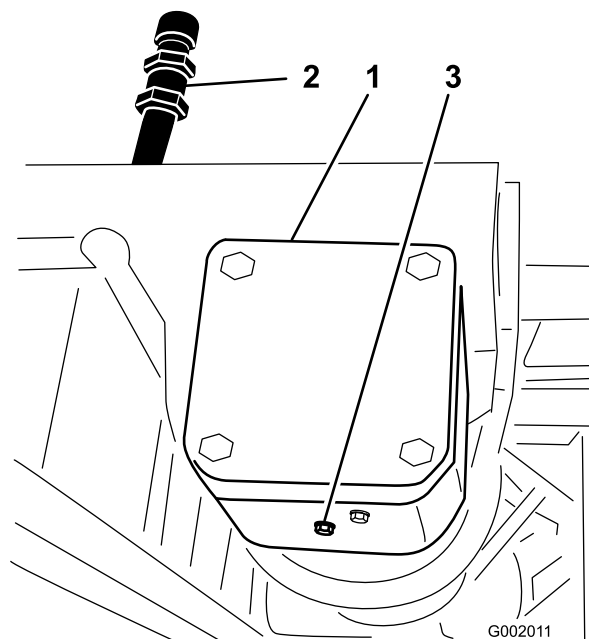

Figura 69
2. Coloque un recipiente debajo del tapón de vaciado de la caja de engranajes de la transmisión de la bomba (Figura 69).
3. Retire el tapón de llenado y el tapón de vaciado (Figura 69) y deje fluir el aceite al recipiente.